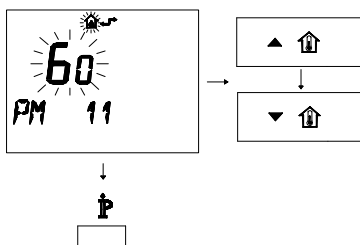

Figura 5.44
- Para modificar el punto de consigna programado use los botones  o  y espere a que el número programado comience a parpadear (Figura 5.44). Cada paso de aumento o reducción equivale a 1 segundo.